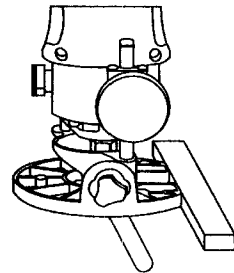

Fig. 19
1. Dibuje la línea en el sitio de la pieza en donde desee hacer el corte (ver la fig. 19).